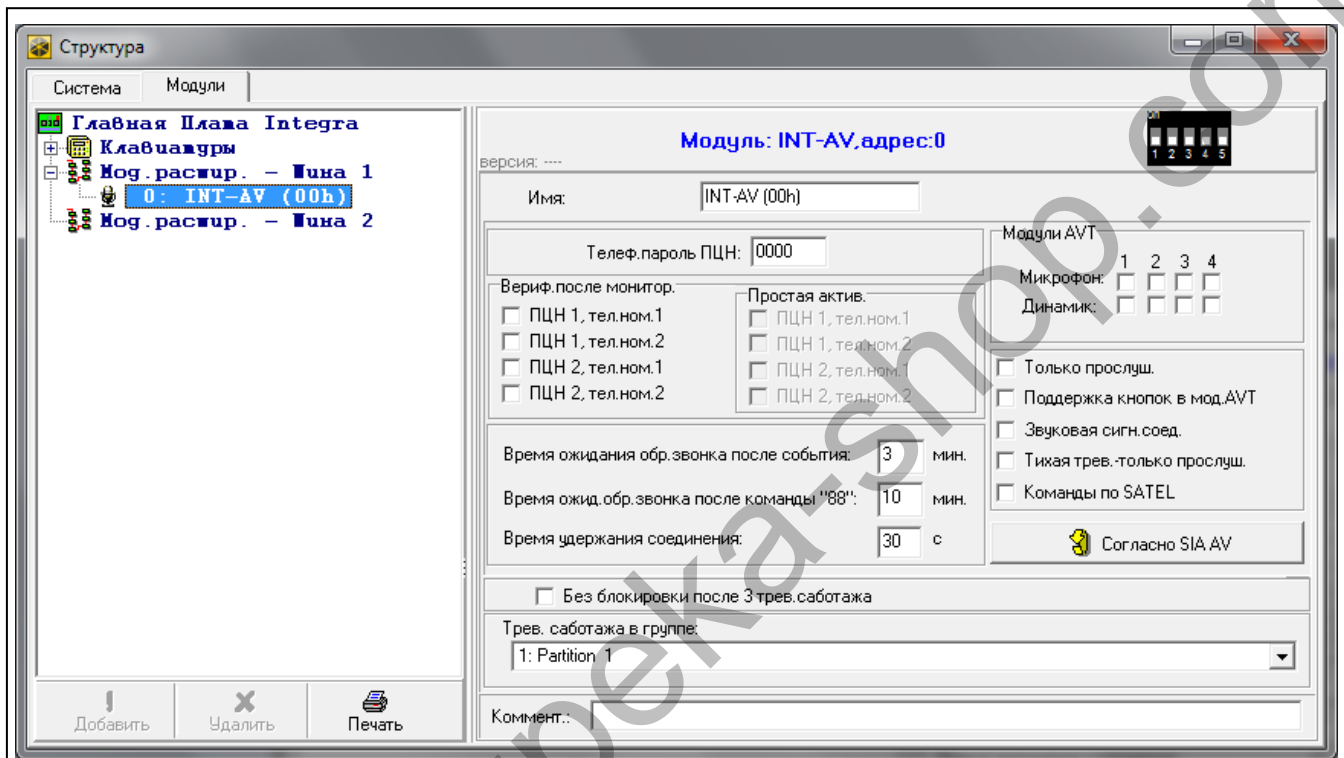

Рис. 4. Окно программы DLOADX с установками модуля INT-AV.
- с помощью программы DLOADX: →окно "Структура" →закладка "Модули" →ветка "Мод.расш." →[кликните по модулю в списке устройств] (см.: рис. 4).